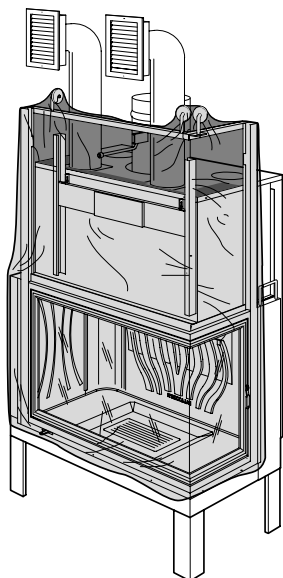

Fig. 5.9.0.2
5.9 GEGENHAUBE UND INSPEKTIONSGITTER (ABB. 5.9.0.1)